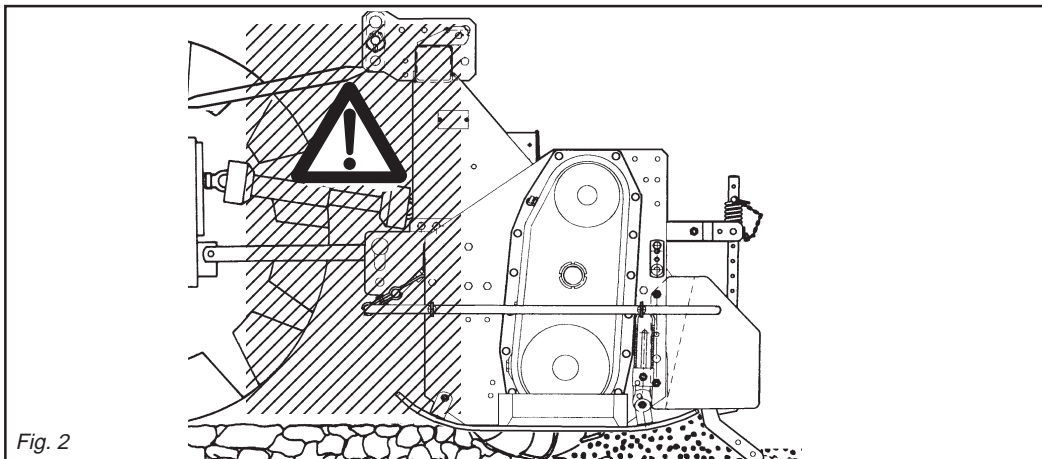

Fig. 2
- 24) Es ist absolut verboten, bei laufendem Motor und eingeschalteter Gelenk-welle zwischen den Schlepper und das Gerät zu treten (Abb. 2). Dazu muß die Feststellbremse gezogen werden und unter die Räder ein Bremskeil oder ein großer Stein gelegt worden sein.
- 24) *Il est absolument interdit de se mettre entre le tracteur et l'appareil (Fig. 2) quand le moteur est en marche et le cardan enclenché, sans avoir tiré le frein de stationnement et bloqué les roues avec une cale ou un caillou.*
- 24) Está terminantemente prohibido colocarse entre el tractor y el equipo (Fig. 2) con motor encendido y cardán inserido, o sin haber accionado el freno de estacionamiento y de colocar, debajo de las ruedas, una piedra u otro elemento de bloqueo.
- 28) È assolutamente vietato interporci fra il trattore e l'attacco della zappatrice per manovrare il comando dall'esterno per il sollevamento (Fig. 2).
- 28) It is absolutely forbidden to stand between the tractor and the implement when manoeuvring the lift control from the outside (Fig. 2).
- 28) Es ist absolut verboten, zwischen den Schlepper und den Anschluß zu treten, um die Aushebung von außen zu betätigen (Abb. 2).
- 28) Il est absolument interdit de se mettre entre le tracteur et l'attelage pour manoeuvrer la commande de relevage de l'extérieur (Fig. 2).